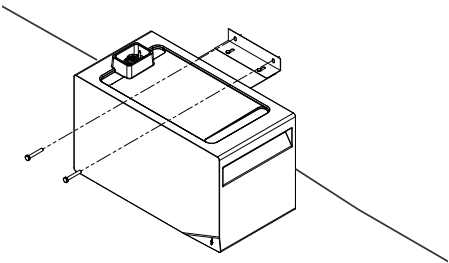

Fig. 10
9. Fissare il modulo con viti M6×40 mm e serrare tutti i bulloni ([↗]Fig. 10).